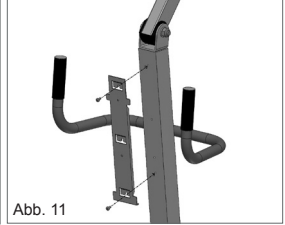

Abb. 11
2. Befestigen Sie die Halterung der Steuereinheit mit den beiliegenden Schrauben in den dafür vorgesehenen Löchern an der Säule. (Abb. 11)